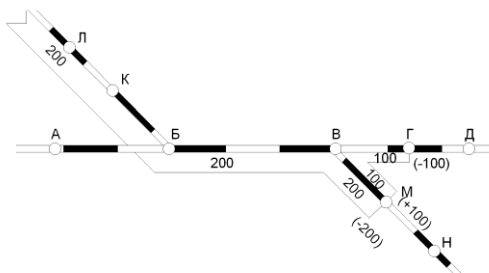

Рисунок 2. Действующая схема развоза зерна
- Строится действующая схема развоза груза, рисунок 2;